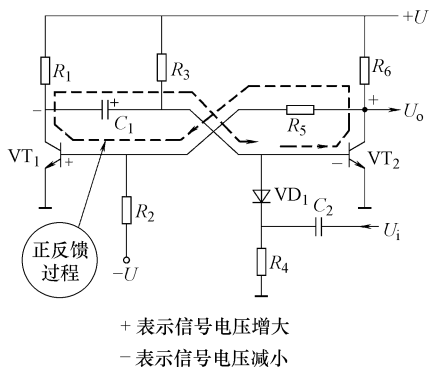

图 12-49 正反馈回路示意图
1) 第一次翻转分析。当输入触发信号  $U_i$  从高电平变为低电平（输入脉冲的后沿）时，通过  $C_2$  和  $R_4$  微分电路和二极管  $VD_1$  在  $VT_2$  管基极得到一个负尖顶脉冲触发，使  $VT_2$  管的基极电压下降，电路中出现了正反馈过程，即输入负脉冲使  $VT_2$  管基极电压下降，其集电极电压上升，通过  $R_5$  加到  $VT_1$  管基极，使  $VT_1$  管基极电压上升，其集电极电压下降，通过  $C_1$  加到  $VT_2$  管的基极（电容两端电压不能突变），使  $VT_2$  管的基极电压进一步下降，很快通过这一正反馈，使  $VT_2$  管处于截止状态， $VT_1$  管处于饱和状态。如图 12-49 所示是这一正反馈回路示意图。